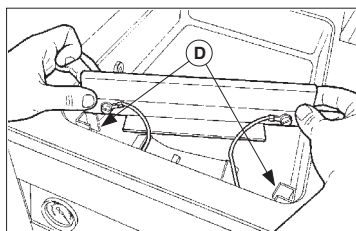
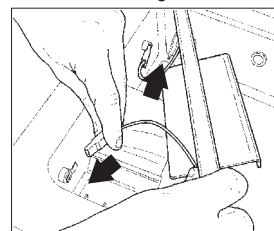

Fig. 6
Fig. 7
- 5) Remettre la barre dans les guides (D - Fig. 6) en reconnectant les câbles solidement aux raccords (Fig. 7).